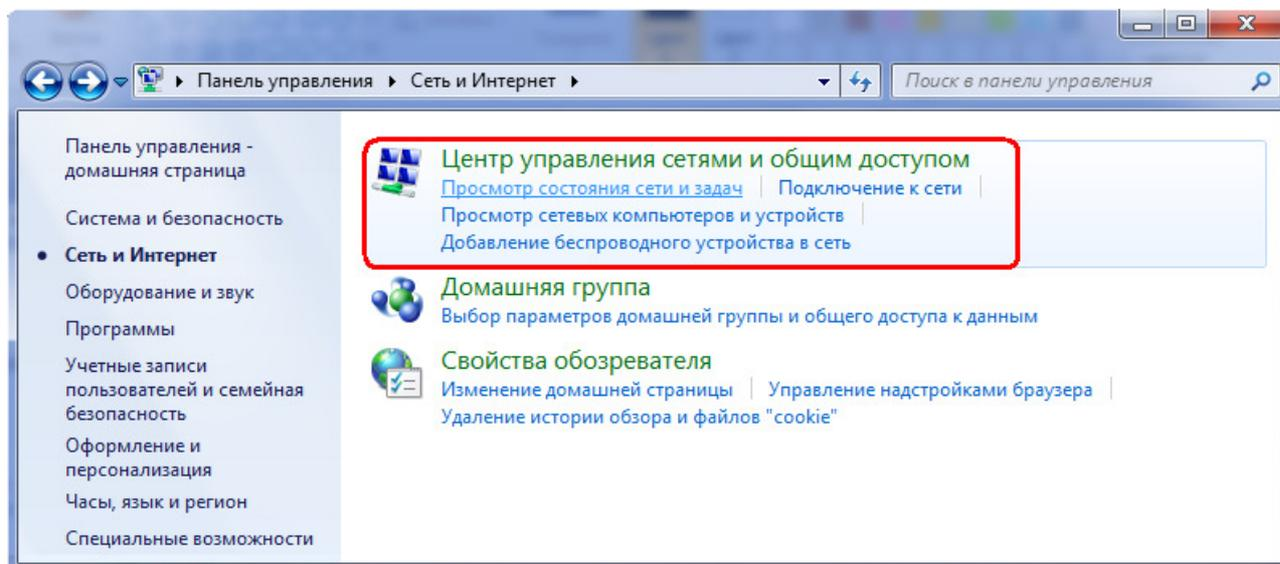

Рис. 2.1.3. Окно панели управления «Сеть и Интернет»
2. Выберите пункт «Центр управления сетями и общим доступом» (рис.2.1.3).